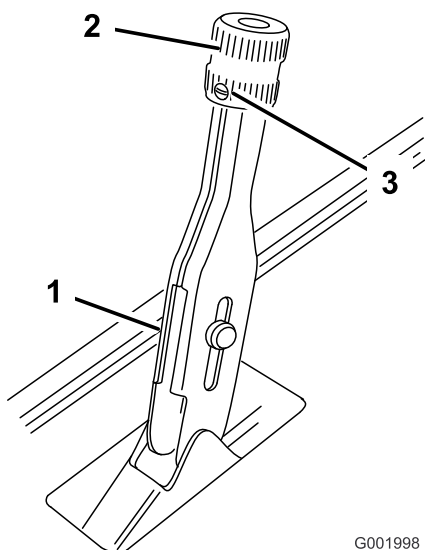

図 64
1. ブレーキ・レバーに調整ノブを固定している固定ネジをゆるめる(図 64)。